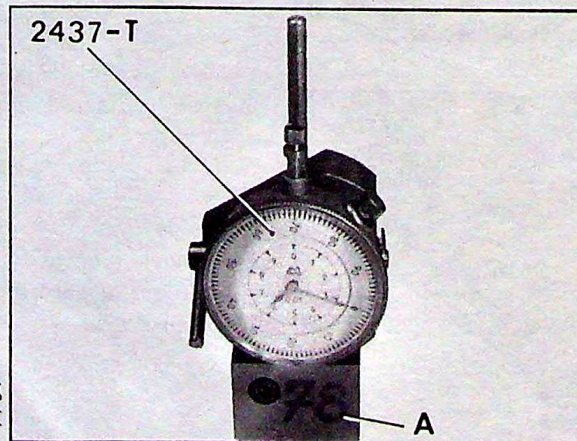

Figure 4
- d) Monter un comparateur 2437-T sur le support A. Placer le support ainsi équipé sur un marbre (voir figure 4) . Amener le zéro du cadran mobile en face de la grande aiguille du comparateur. Repérer la position de l'aiguille totalisatrice.